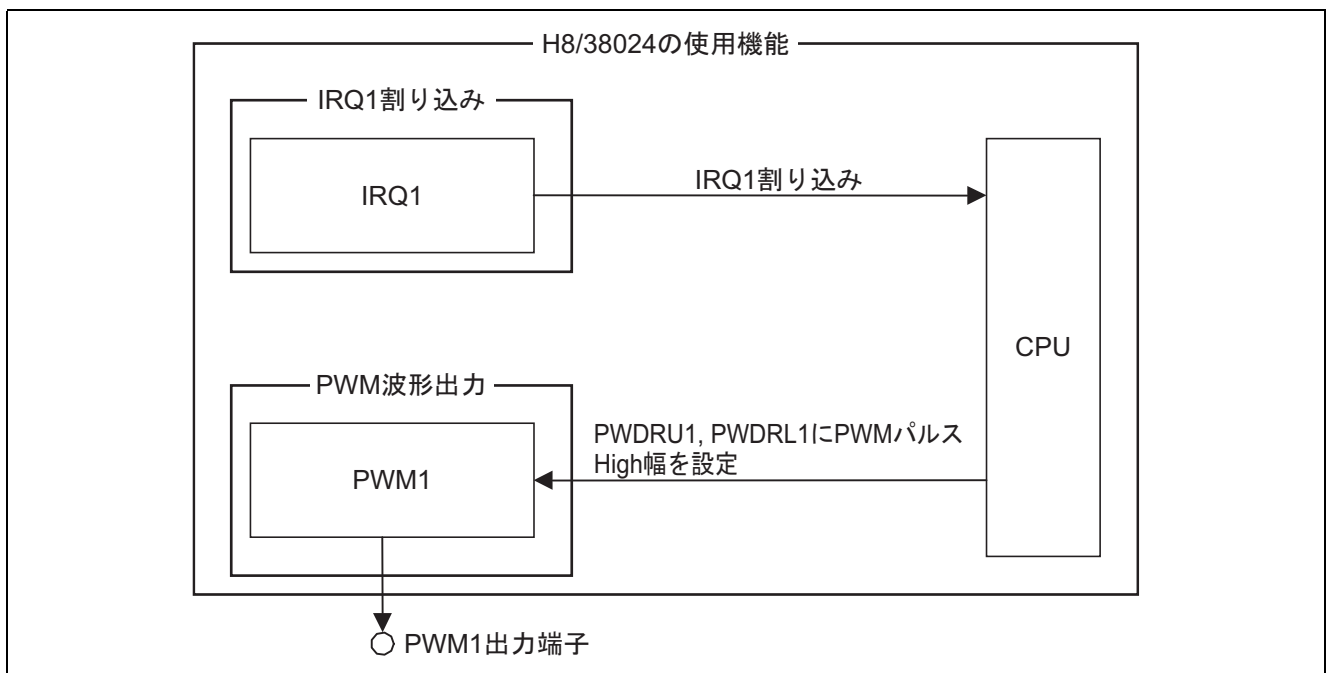

図 3 H8/38024 の使用機能
(2) ブラシ付き DC モータ制御における H8/38024 の使用機能について説明します。本タスク例における使用機能のブロック図を図 3 に示します。